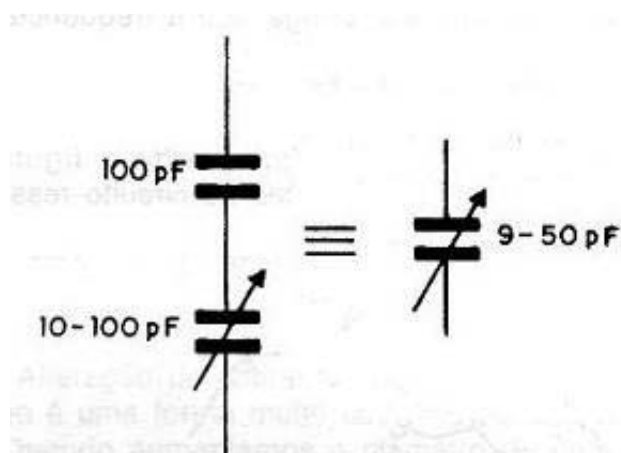

Figura 2 – Mudando a faixa de atuação de um trimmer ou capacitor variável.
**b) Outra forma de alterar a faixa de capacitâncias** consiste em se ligar outro capacitor em série ou paralelo, conforme a alteração desejada. Se tivermos um capacitor de 10 - 100 pF por exemplo, e ligarmos em série um capacitor de 100 pF, a nova faixa de variações se deslocará para valores entre aproximadamente 9 e 50 pF (veja pela fórmula de associação em série). A figura 2 mostra como essa ligação pode ser feita.